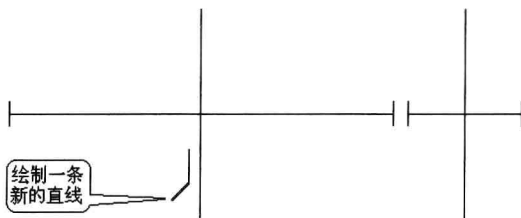

图 1-5 直线的起点定在上一条直线的端点上
**步骤 2** 继续执行 LINE 命令，对“指定起点:”提示给出空回答，将直线的起点定在上一条直线的端点上，从而绘制出图 1-5 所示的直线。